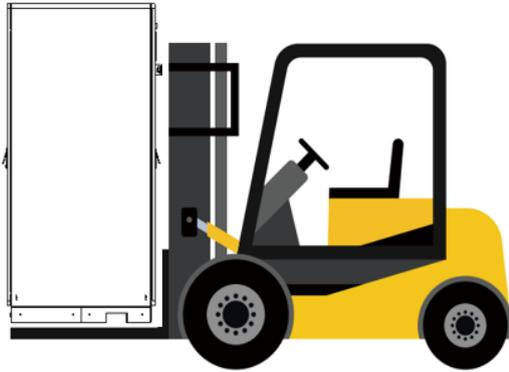

Abbildung 1-2 Transport großer Produkte
- Beim Transport von großvolumigen Produkten, die nicht aus dem Versandkarton entnommen wurden, oder beim Transport von palettierten Produkten wird empfohlen, den Kasten oder die Palette von unten mit einem Gabelstapler anzuheben und zu transportieren (siehe Abbildung 1-2).